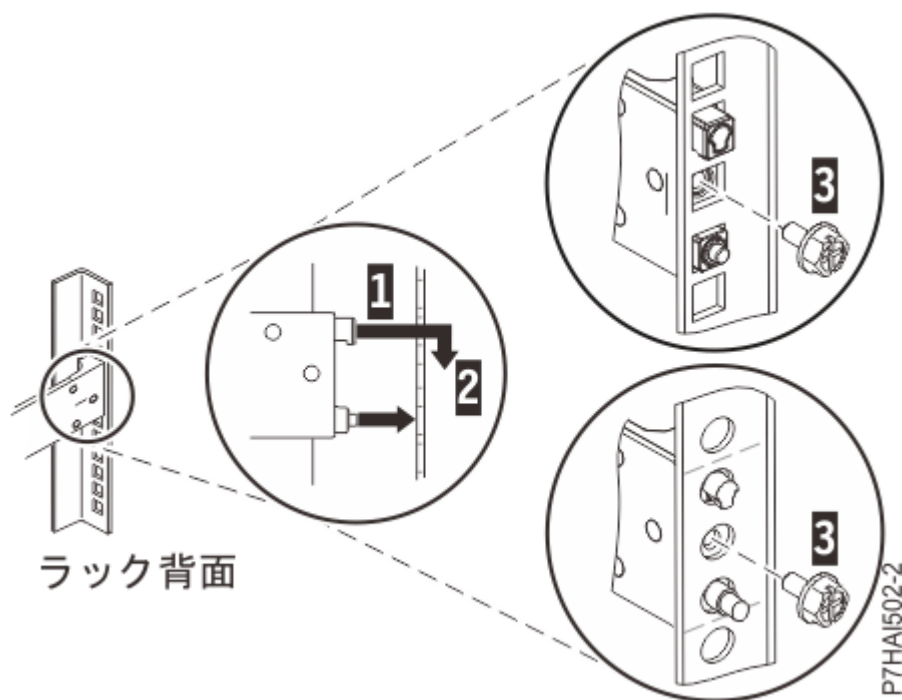

図 3. ラック背面の穴へのピンの位置合わせおよび噛み合わせ
3. スライド・レールの後部にある 2 つのピンの位置を、事前にマークを付けた、選択済みの EIA 単位の上 2 つの穴に合わせます。スライド・レールを手前に引いて、2 つのピンをラックの穴に挿入し **(1)**、スライド・レールを下方に下げて **(2)** 上部のピンのフック機構を噛み合わせます。詳しくは 5 ページの図 3 を参照してください。次のステップに進む前に、2 本のピンがラックの穴から出ていることを確認してください。